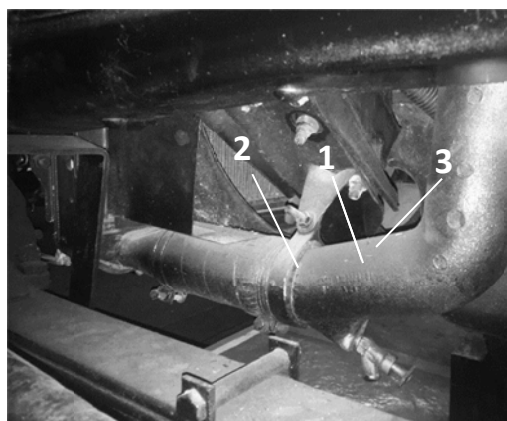

Рис. 4.10. Снятие патрубка радиатора водяного насоса:
13.8. Ослабьте хомут 1 (рис. 4.10) и отсоедините патрубок 2 от радиатора	Отвертка